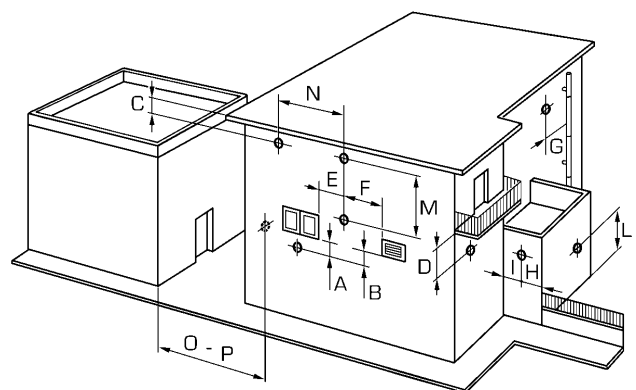

Fig. 10
2.8 POSIZIONAMENTO TERMINALI DI SCARICO (fig. 10)
nella **Tabella 3** le distanze minime da rispettare facendo riferimento alla tipologia di un edificio indicato in fig. 10.